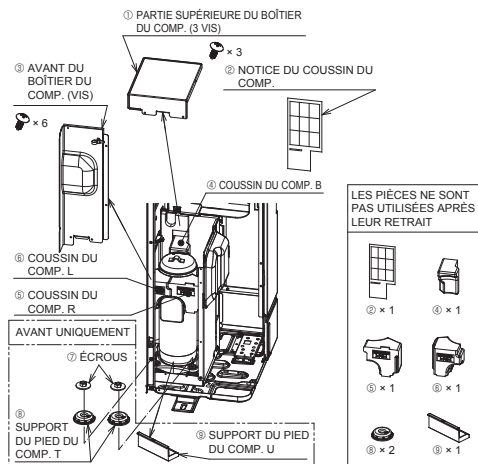

Fig. 4-1
- Avant de commencer à utiliser l'appareil, veuillez à retirer la PARTIE SUPÉRIEURE DU BÔTIER DU COMP. et l'AVANT DU BÔTIER DU COMP. et ôtez les pièces du COMP. fixées. (Fig. 4-1)